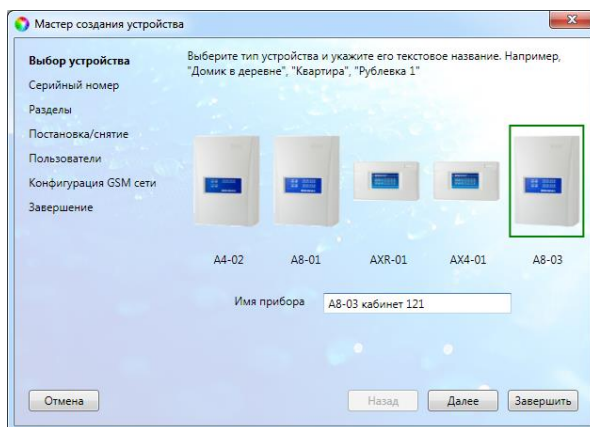

Рис. 5.5. Окно *Выбор устройства*
7. В следующем окне *Выбор устройства* будет автоматически определен тип контроллера. Задайте в этом окне имя контроллера (удобно именовать контроллер по объекту, на котором он будет использоваться, например: *A8-03 квартира*; *A8-03 дача*), см. рис. 5.5.